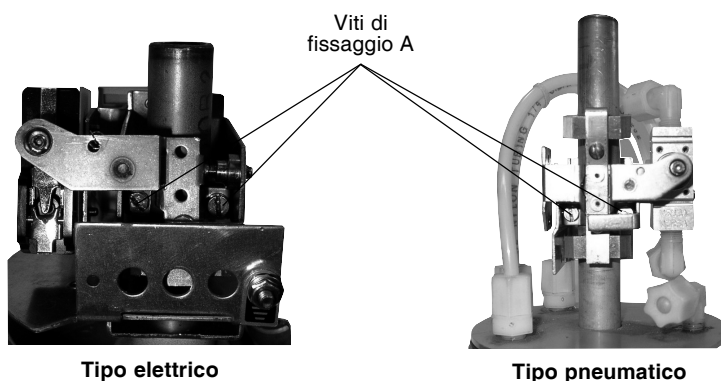

Fig. 1 - Meccanismo interruttore elettrico e pneumatico
- 2 - Allentare le 2 viti di fissaggio "A" del meccanismo al pozzetto (vedi fig. 1 tipo elettrico) e sfilare il meccanismo interruttore dal pozzetto amagnetico.
- 2 - Allentare le 2 viti di fissaggio "A" del meccanismo al pozzetto (vedi fig. 1 tipo pneumatico) e sfilare il meccanismo interruttore dal pozzetto amagnetico.